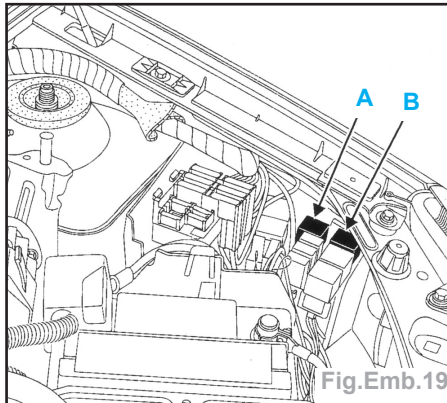

Fig.Emb.19
**Position :** Le système possède deux relais intégrés dans le boîtier d'interconnexion du compartiment moteur (Fig.Emb.19) :
- le relais de feux recul (A),
- le relais groupe électropompe (B).